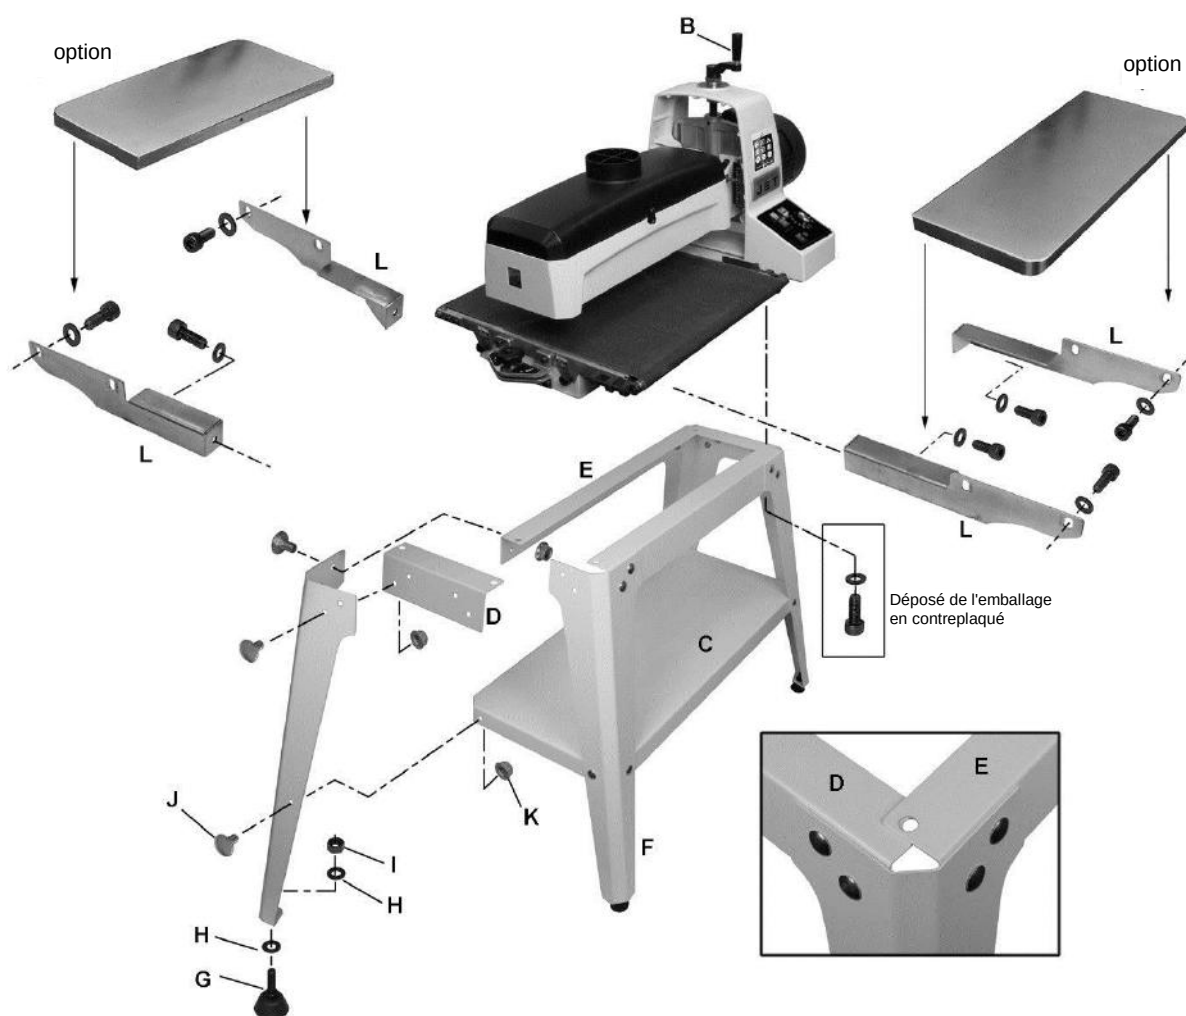

Figure 6-3: Montage
(Voir la figure 6-3. Si vous avez besoin de davantage d'éclaircissements, consultez le schéma de pièces éclaté à la fin de ce manuel.
1. Assemblez les pieds (F) à l'extérieur des rails courts (D) en utilisant les boulons bruts à tête bombée et collet carré (J) et les contre-écrous à embase (K). *Serrez uniquement à la main.*
2. Assemblez le rail long (E) à l'intérieur des pieds et en haut des rails courts (D). *Serrez uniquement à la main.* REMARQUE : La collerette d'encastrement du rail long chevauche la collerette d'encastrement du rail court. Voir encadré, Figure 6-3.
3. Tournez à l'envers le support. Installez la tablette (C) dans les pieds avec les boulons bruts à tête bombée et collet carré et les contre-écrous.
5. Insérez le pied de réglage (G) dans le trou en bas du pied avec les rondelles plates et l'écrou hexagonal.
1. Installez les supports d'entrée et de sortie (L, Figure 6-3) sur les trous filetés dans la base de la ponceuse avec des rondelles plates et des vis à tête à six pans creux M8x16. Veillez à ce que les supports droit et gauche soient orientés comme montré. Les supports doivent s'appuyer sur la base. REMARQUE : Les supports longs sont à l'avant (entrée); les supports courts à l'arrière (sortie).